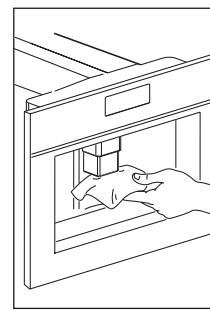

Fig. 36
- Curățați periodic duzele folosind un burete (Fig. 36).